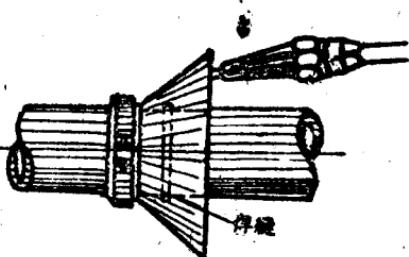

图15 小直径管道热处理。
1. 小直径钢管的热处理 直径小于100毫米的钢管接头进行退火时，可用白铁皮做一个伞形圆罩套在管子上，这样不但可防风，而且加热温度不易散失。铁斗的形状可参看图15，它的尺寸可按照所要退火的圆管直径确定。可用气焊火焰或喷灯进行加热，加热到一定程度时，用热电偶或带色测热笔来测定。在加热处将适宜的测热笔画上线条，该线条在一定温度下骤然改变颜色。如No 5 铅笔在